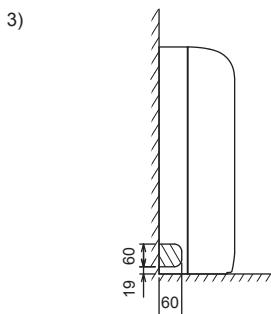

Fig. 3-9
- 3) Verrohrung links (Fig. 3-9)**